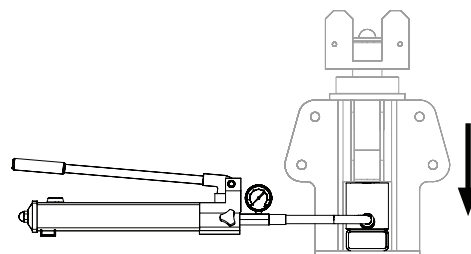

Fig. E1.01c
4. Abbassare il cilindro idraulico (**50.1**). (Fig. E1.01c)